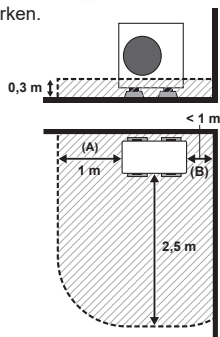

Fig. 3-4
(3) När den installeras på en plats med 2 öppna sidor (där avståndet mellan enhetens ena sida och väggen är mindre än 1 m, t.ex. i hörnet på en vägg) (Fig. 3-4)
Om avståndet mellan en sida på enheten och väggen är mindre än 1 m gäller samma villkor som i Fig. 3-4.